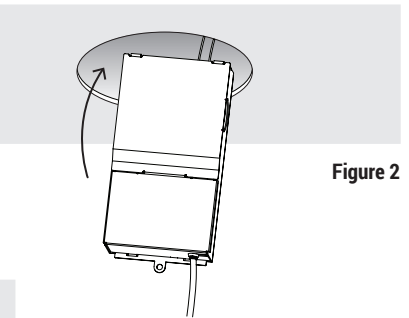

Figure 2
5. Insérez à travers le trou de montage. (Figure 2)